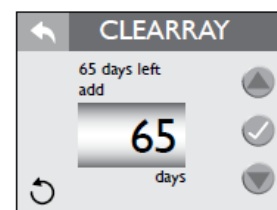

Figura 6.6c
1. No Menu “Water Care” (Cuidados com água), você pode configurar o temporizador da lâmpada UV de **CLEARRAY®**, Figura 6.6c.